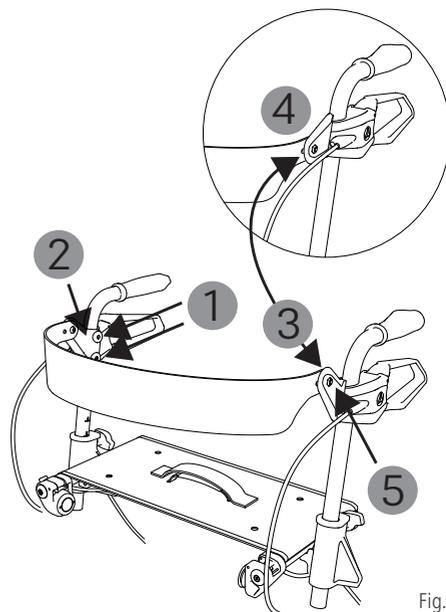

Fig. 12
Le dossier (Fig. 12, page suivante) vous permet de vous asseoir en toute sécurité et de trouver la bonne position sur la surface d'assise du TAI-MA VENTUM.
2. Tout d'abord, desserrer les deux vis du logement de la poignée de frein (1, Fig. 12).
3. Le support du dossier (2, Fig. 12) peut maintenant être mis en place à l'aide des deux trous correspondants.
4. La partie en plastique peut être orientée soit vers le haut (3, Fig. 12), soit vers le bas (4, Fig. 12). Cette particularité permet de choisir l'un des deux réglages de hauteur possibles pour le dossier.
5. Une fois l'orientation choisie, le dossier peut être fixé à l'aide des deux vis (1, Fig. 12). Serrez bien les vis !
6. La profondeur du dossier est réglable sur deux positions. Pour effectuer ce réglage, desserrez les vis qui maintiennent le dossier aux supports du dossier (5, Fig. 12). La profondeur varie selon le trou choisi pour placer les vis.